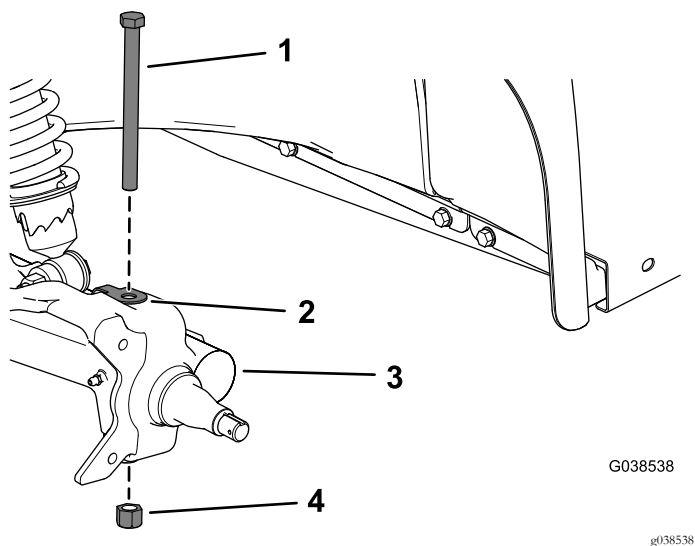

Рисунок 9
9. Выверните болт с шестигранной головкой (1/2 x 6 дюймов), скобу и контргайку (1/2 дюйма) с рычага управления и снимите шпиндель (Рисунок 9).
2. Установите шпиндель в сборе на рычаг управления с помощью болта с шестигранной головкой (1/2 x 6 дюймов), скобы и контргайки (1/2 дюйма), как показано на Рисунок 9.